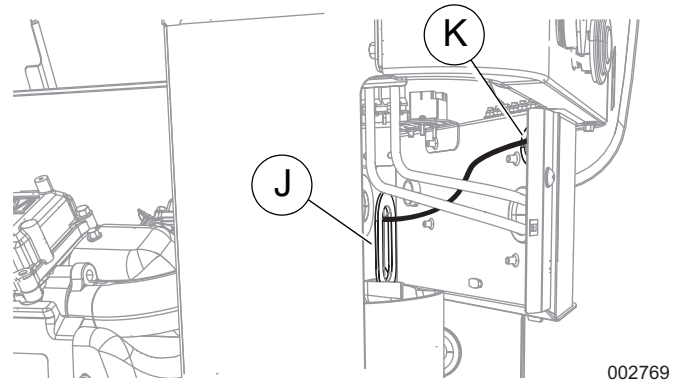

Рисунок 11. Подвод проводов к клиентскому соединению (11–22 кВт)
- Протяните подводящие провода через изолирующую втулку жгута (J) в разделительной панели двигателя.
- См. **Рисунок 11**. Работая внутри заборного кожуха, проложите подводящие провода через изолирующую втулку панели клиентских соединений (K). Зафиксируйте все провода с помощью пластиковых стяжек на расстоянии как минимум 1 см (0,5 дюйма) от топливных шлангов.